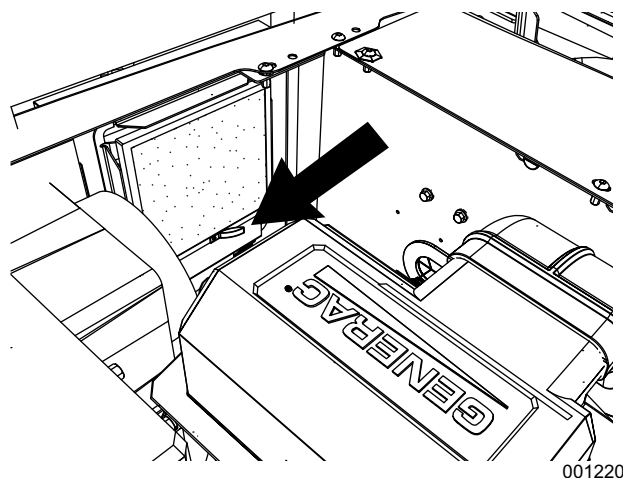

Figure 4-6. Remplacement du filtre AVR
3. Voir Figure 4-6. Saisissez l'anse en caoutchouc et retirez le filtre de son boîtier.